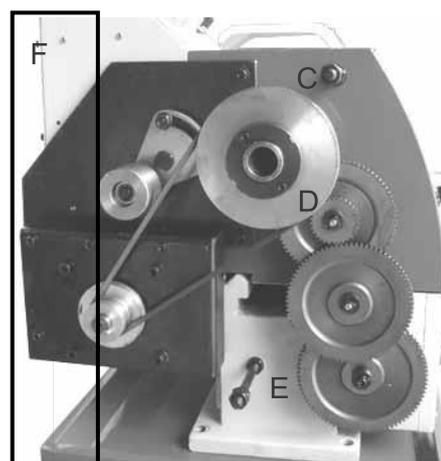

Рис. 18
2. Ослабьте гайку (С, рис. 18) на держателе натяжителя (D, рис. 18) и ослабьте клиновой ремень (Е, рис. 18).
3. Установите соответствующее положение клинового ремня (С, рис. 18).
Убедитесь, что шкив (F, рис. 18) находится в постоянном контакте с внешней стороной клинового ремня.